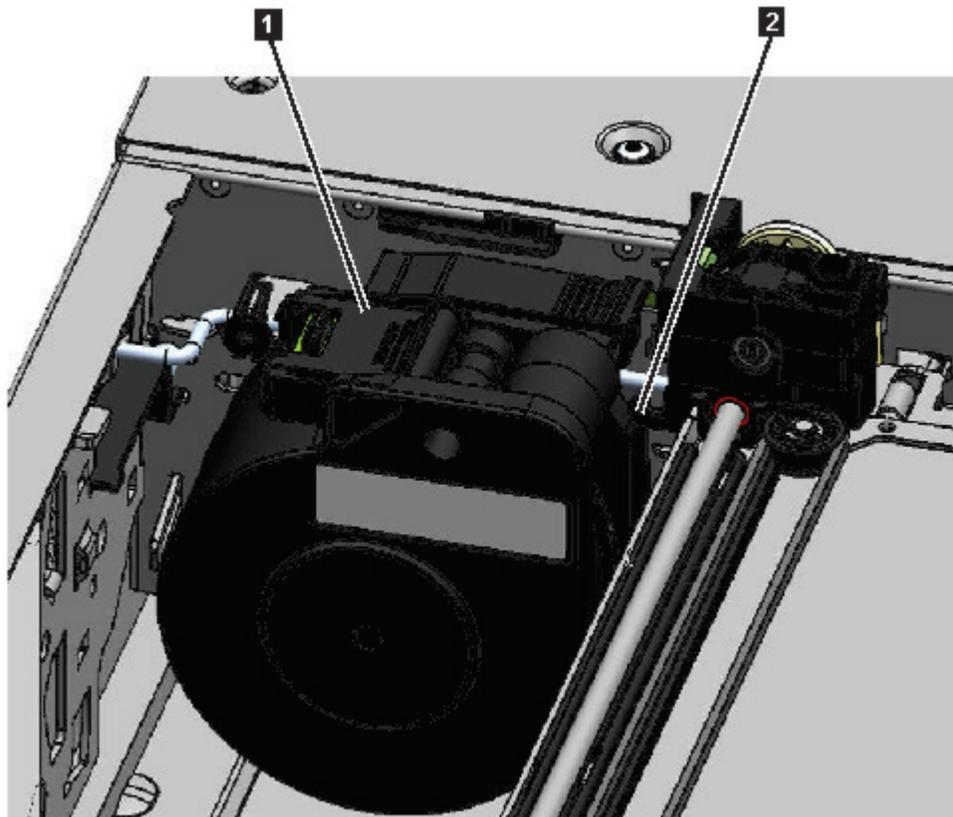

Abbildung 74. Spooling-Kabel in Parkposition
Anmerkung: Schreiben Sie auf, wo sich das Ende des Spooling-Kabels in den Zugriffsmechanismus dreht. Sie müssen dies wissen, wenn das neue Spooling-Kabel an den Zugriffsmechanismus angeschlossen wird. Siehe **2** in Abb. 74 auf Seite 148.
9. Bringen Sie den Spooling-Anschluss (**1** in Abb. 74 auf Seite 148) in die Parkposition.